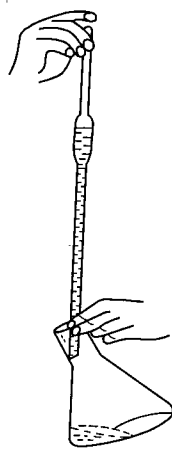

图 1-5 移液管
① 先用滤纸将移液管尖端内外的水吸净，再用待移取溶液按移液管洗涤步骤润洗移液管3次，以置换内壁的水分，确保移取溶液的浓度不变（注意：吸出的溶液不能流回原瓶，以防稀释溶液）。
② 吸取待移取溶液至标线（或最高刻度线）以上。吸取溶液时，移液管下口插入待吸液面以下1~2cm深度为宜，并随液面的下降而下移，不能太深也不能太浅。太深时会使管外壁黏附溶液过多而影响量取溶液的准确性。过浅时会因液面下降后产生吸空，把溶液吸到洗耳球内被污染。
③ 移去洗耳球，立即用右手的食指按紧管口，大拇指和中指拿住移液管标线（或最高刻度线）的上方，左手改拿容量瓶。
④ 将移液管向上提升离开液面。
⑤ 左手持容量瓶颈部，使容量瓶倾斜，右手持移液管，管下部尖端紧靠在容量瓶内壁并使管身垂直，右手食指微放松，用拇指和中指轻轻转动移液管，让溶液缓慢流出，液面平稳下降，至溶液弯液面最低处与标线相切时，立即用食指压紧管口。
⑥ 将移液管从容量瓶中移至锥形瓶。
⑦ 左手拿锥形瓶将其倾斜，移液管尖端紧靠锥形瓶内壁并让其垂直，放开食指让溶液沿瓶壁流下，如图1-5所示。
⑧ 待液面下降至管尖时（此时溶液不流）再等15s，然后沿内壁轻轻旋转两圈，再取出移液管。若管上未刻有“吹”字的，则不要吹出管尖残留的液滴，因为在校正仪器时已考虑了管尖所留溶液体积。若管上刻有“吹”字的，则应吹出管尖残留的液滴。